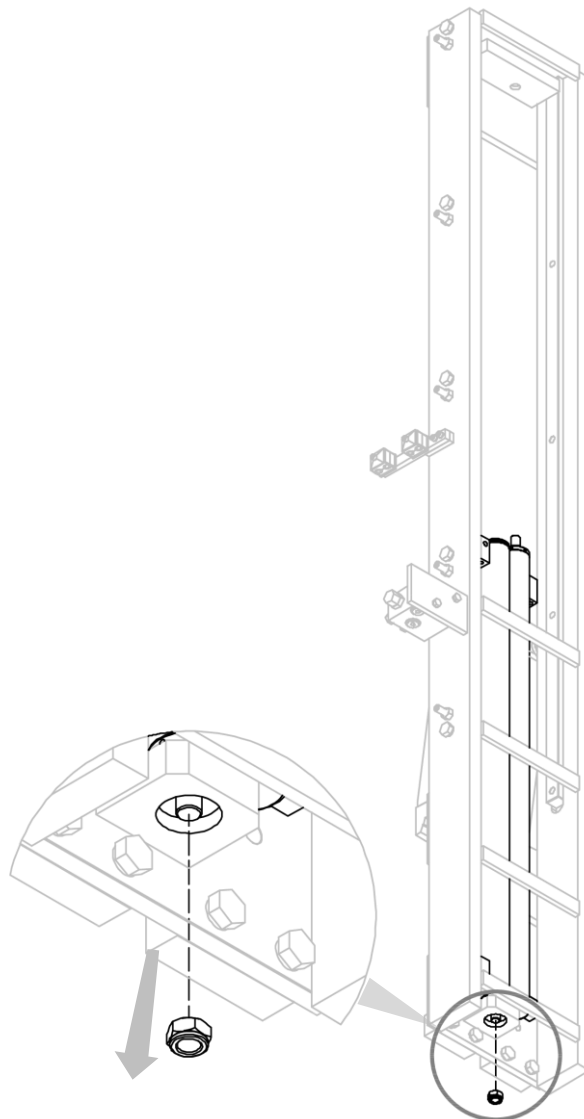

Figura 11
2. Retirar la tuerca que une la estructura móvil a los cilindros (mira *Figura 11*).
3. Retirar los cilindros después de desenroscar la tuerca que une los cilindros a la estructura del implemento (mira *Figura 11*).